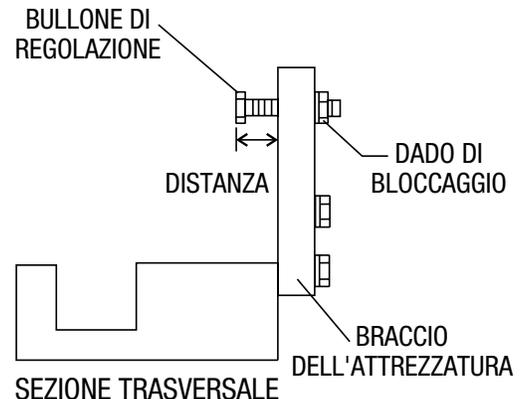

Figura 44. Sezione laterale dell'utensile di regolazione del braccio della lisciatrice
La figura 44 illustra l'attrezzatura di regolazione con un braccio inserito. Poiché ogni braccio della lisciatrice è inserito nell'attrezzatura, il bullone del braccio è regolato dove è in contatto con un fermo sull'attrezzatura. Ciò regola in modo uniforme tutti i bracci della lisciatrice, mantenendo la lisciatrice il più piatto possibile.
5. Regolare la "distanza" del bullone illustrata alla figura 44 per allineare uno dei bracci. Gli altri bracci saranno regolati in modo da allinearsi con questa distanza.